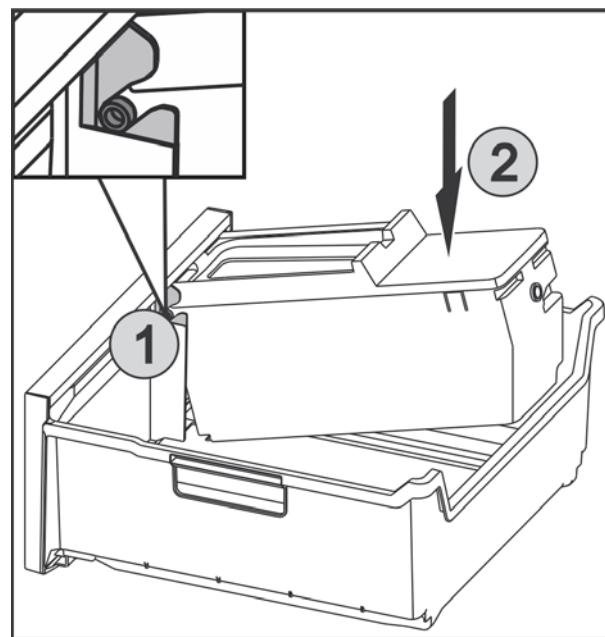

Fig. 40
- Вставить оси *Fig. 40 (1)* на EasyTwist-Ice в направляющие и вдавить заднюю сторону *Fig. 40 (2)* до фиксации накладки.